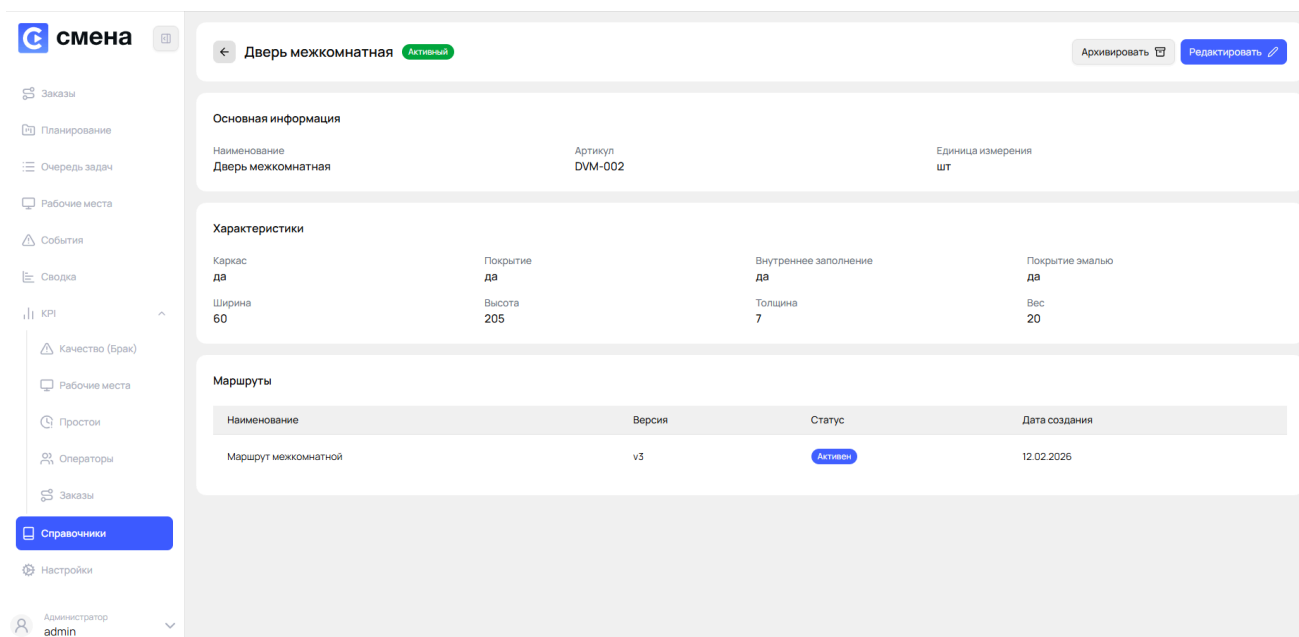

Рисунок 35 - Просмотр элемента справочника
- Просмотр (Рисунок 35)– таблица со всеми изделиями, возможностью поиска по артикулу/наименованию и фильтрацией по признаку архивности.